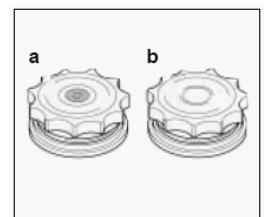

Рис. 1
■ Шланг для подачі води необхідно приєднати до водопровідного крану таким чином, щоб коли машина не використовується, подача води припинялась (**рис. 1 В**).
2. Після цього, візьміть корзину з обох боків і підніміть її вверх (рис. 1).
- Тарілки можна завантажувати в один ряд (рис. 1) або у два ряди (рис. 2).
Стандартний обсяг посуду при завантаженні відображенено на рис. 1, 2 і 3.
Верхня корзина (рис. 1)